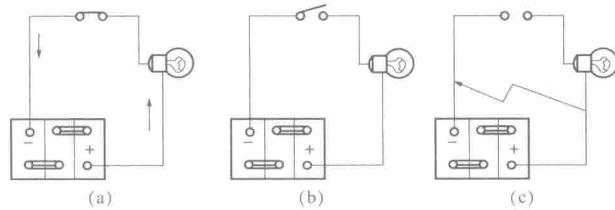

图1-1 电路工作状态
汽车电路的工作状态有3种：通路、断路和短路，如图1-1所示。
1) 通路：如图1-1(a)所示，合上开关。电流就会从蓄电池的正极经灯泡开关而流入蓄电池负极，形成回路，灯泡会亮。
2) 断路：如图1-1(b)所示，开关被打开了（或电路中的某一处断开），电流无法通过到达蓄电池负极，灯泡不亮，这种状态称为断路（或称开路）。
3) 短路：如图1-1(c)所示，若把蓄电池的两个正负电极直接接通，电流不经过负载和开关，电流从正极直接流入到负极，这种状态称为短路。